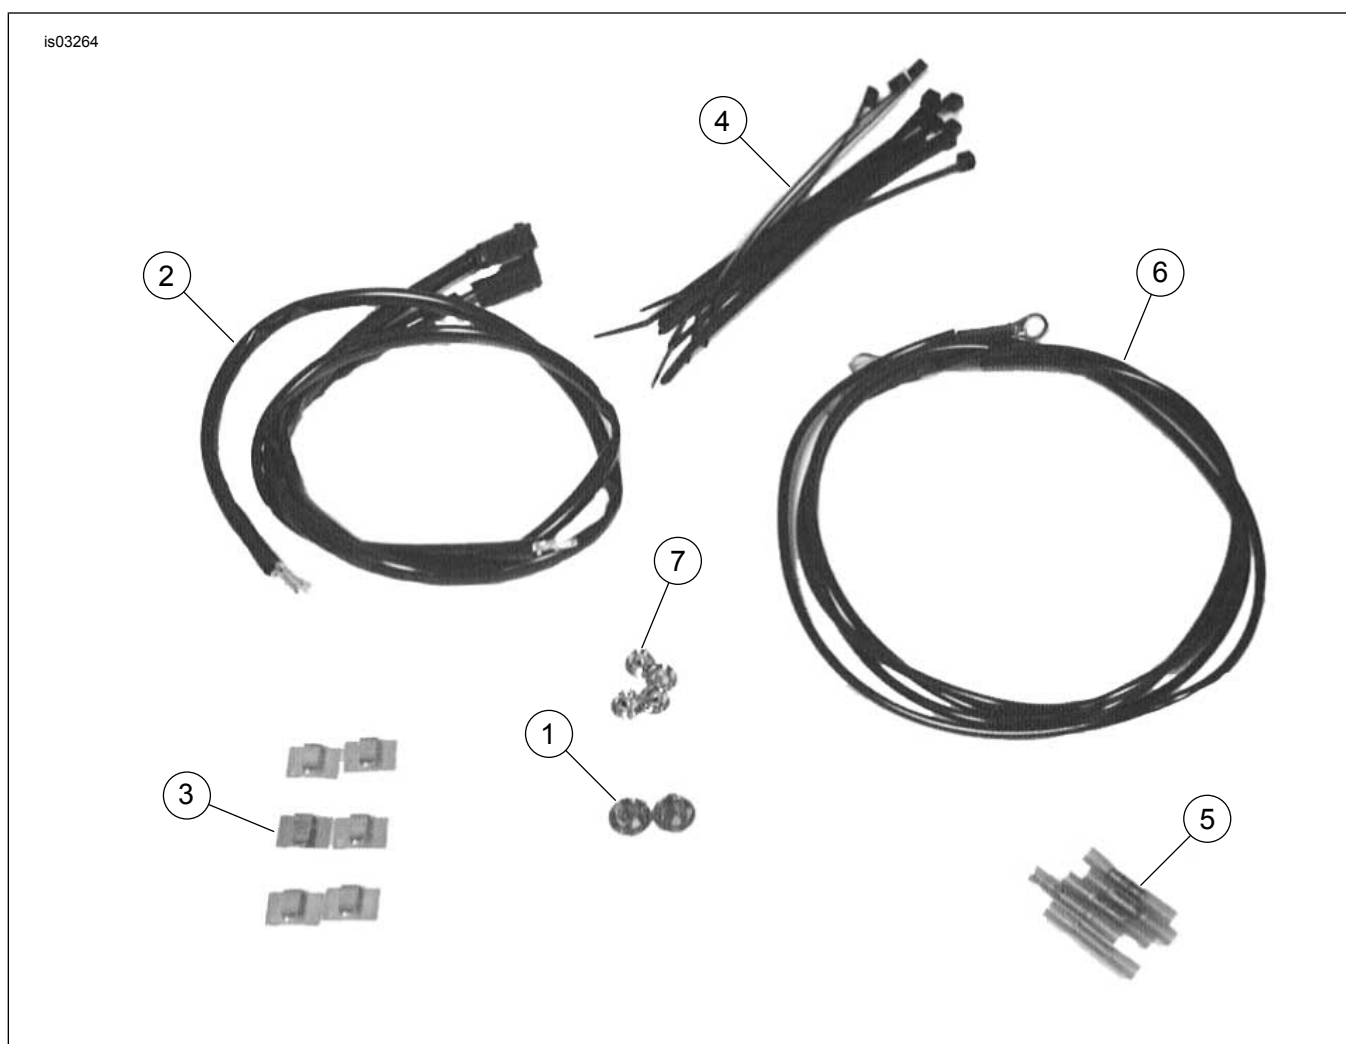

Figura 19. Peças de reposição: kit de fiação do pisca-pisca (72509-00)
- a. Meça e corte uma seção de fio do chicote de fios (Figura 19, item 2) fornecido no kit.
- c. Usando conectores de luva de emenda (Figura 19, item 5), emende o fio auxiliar entre o fio original e a extremidade do terminal.